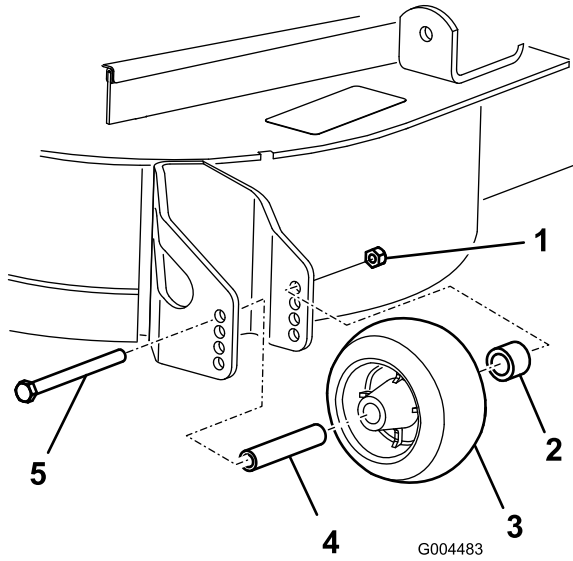

図 18
- 刈高を変更後、ローラのフランジ・ナット、ブッシュ、スペーサ、ボルトを外して(図 18)、ローラの高さ調整を行う。
- フランジ・ナット、ブッシュ、スペーサ、ボルトを取り付ける。ボルトを54-61 Nm (5.6~6.2 kg.m) にトルク締めする(図 18)。